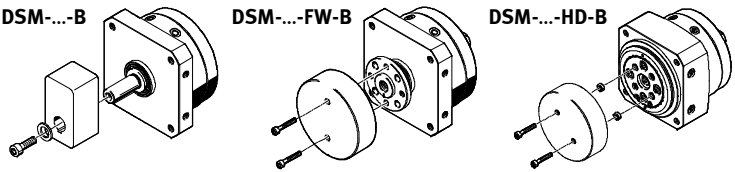

Fig. 9
- Schieben Sie die bewegliche Masse auf die Abtriebswelle (Zapfenwelle/ Flanschelle/Drehteller) (Fig. 9)